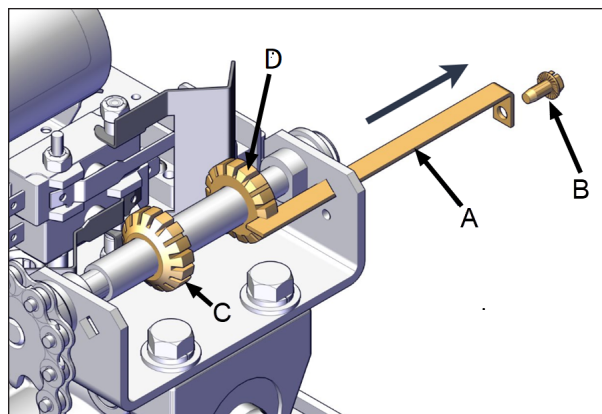

FIGURE 68: RETIRER LA LAME
3. Retirer la vis de fixation de la lame (item B, Figure 68) et retirer la lame (item A, Figure 68). Attention de ne pas tourner les roues dentées (items C et D, Figure 68).
5. Après avoir réglé la limite supérieure de la course, réinstaller la lame en place en veillant à ce qu'elle soit insérée entre les dents de chaque roue dentée. Ne jamais remettre le système en marche sans la lame et la vis de fixation, voir Figure 68.